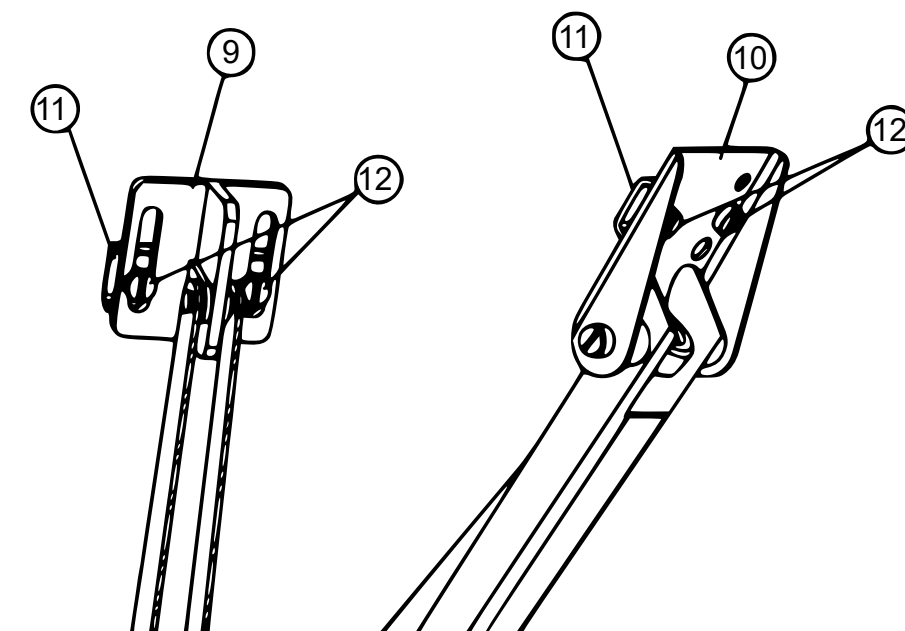

Abbildung 2
- Verwenden Sie Schrauben (**12**), um damit die zwei Klammern (**11**) lose an der Rahmenhalterung zu fixieren (**10**) (siehe Abb. 2). Stellen Sie sicher, dass die Oberkante der Rahmenhalterung nah an der Kante des Fensterrahmens liegt. Bei einem Treibhaus aus Holz können die Fensterhalterung und die Rahmenhalterung direkt in dem Holz verschraubt werden.